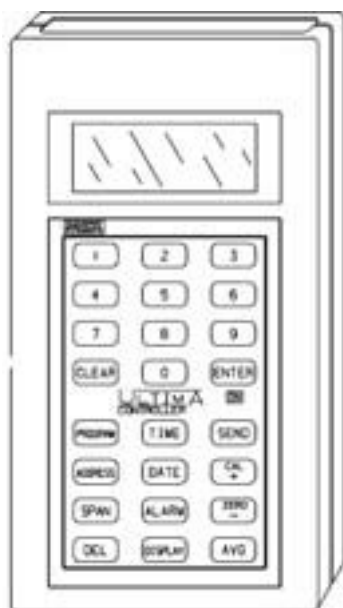

Fig. 24 Ultima Controller
- Ultima Controller P/N 809086 (Fig. 24)